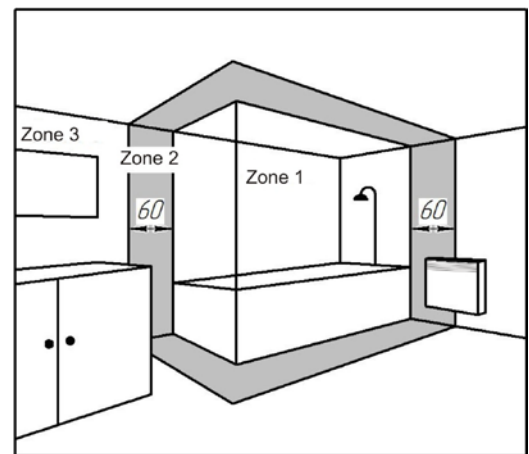

Abb. 4
5.5 Der mit IP24 geschützte Konvektor kann im Badezimmer (siehe Abb. 4) installiert werden. Installieren Sie den Konvektor nicht: